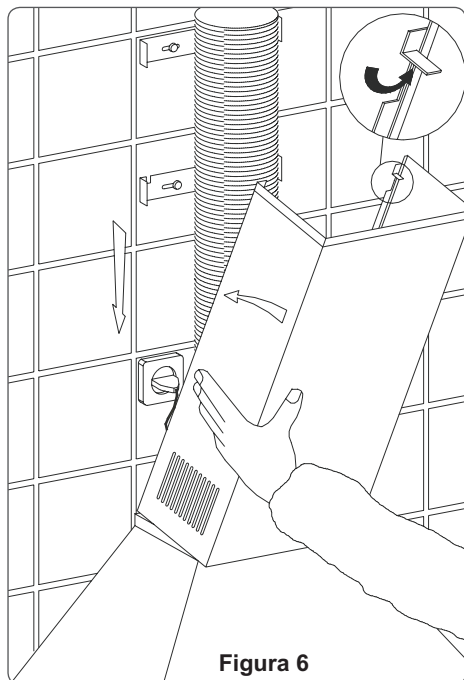

Figura 6
- 8 Posicione a chaminé inferior no corpo da coifa e encaixe-a no suporte (figura 6).